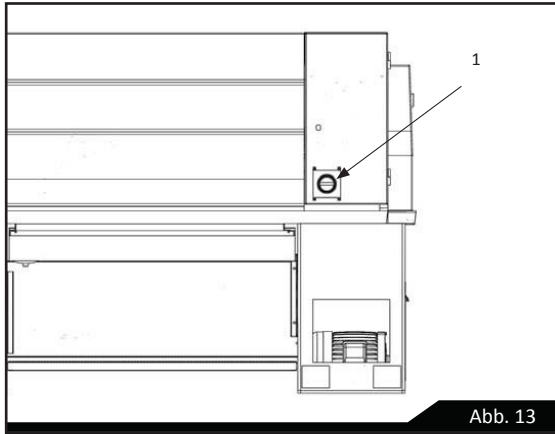

Abb. 13
- (1) NETZSCHALTER: Wenn der Hauptnetzschalter (1) an der Schaltkastentür eingeschaltet wird, leuchtet die Kontrollleuchte (2) auf und die Stromzufuhr ist eingeschaltet. (Siehe dazu Abbildung 13.)
- (2) NETZKONTROLLLEUCHE: Nachdem die Stromzufuhr eingeschaltet wurde, leuchtet diese Kontrollleuchte auf.
- (3) NOT-AUS-SCHALTER: Den ROTEN Pilzdrucktaster drücken, um die Stromzufuhr auszuschalten und den Hauptmotor und die Kühlmittelpumpe zu stoppen.
- (4) TASTE FÜR TIPPBETRIEB JOG: Die GRÜNE Taste drücken, um die Spindel langsam zu bewegen. Dadurch wird die Spindeldrehzahlwahl erleichtert. (Der Hebel für Spindeldrehung muss in der Neutralstellung sein).
- (5) SPINDELDREHZAHLREGLER: Hiermit kann die Spindeldrehzahl eingestellt werden.
- (6) Spindeldrehzahltablette.
- (7) Schalter für Kühlmittel EIN/AUS.
- (8) Schalter für Endabdeckung: Muss die Endabdeckung zu Einstell- oder Wartungszwecken geöffnet werden, diesen Schalter betätigen. Daraufhin werden alle Drehbewegungen gestoppt.